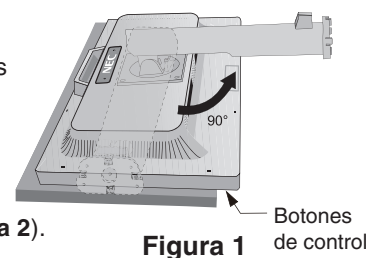

Figura 1 Botones de control
1. Sitúe el monitor boca abajo en una superficie no abrasiva (**figura 1**).
2. Pivote la base 90 grados, como se muestra en la **figura 1**.